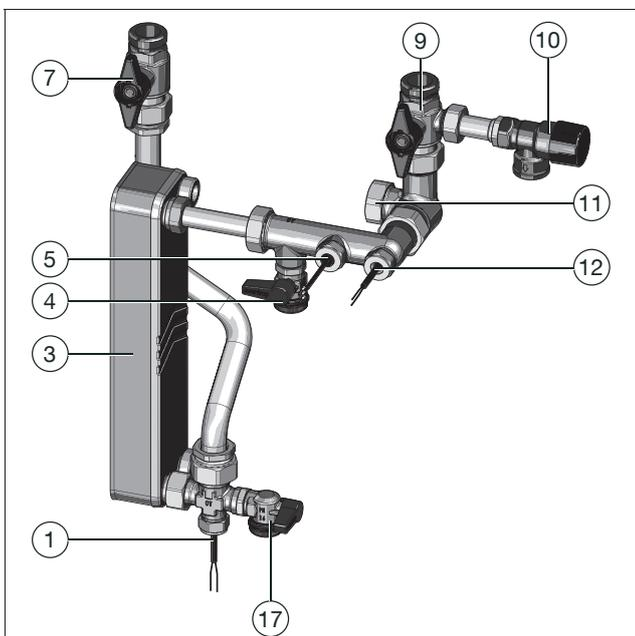

Fig. 36: Circuito de agua potable
2. Cierre lentamente la válvula de bola de corte de agua potable (caliente) (ver posición (7) en Fig. 36 y en Fig. 1 en página 10).
3. Cierre lentamente la válvula de bola de corte de agua potable (fría) (ver posición (9) Fig. 36 y Fig. 1 en página 10).
4. Desenrosque el tapón de la válvula de bola inferior de llenado y lavado (ver posición 17 en Fig. 36 y en Fig. 1 en página 10).
5. Cierre la manguera de agua potable en la válvula de bola inferior de llenado y lavado (posición (17) Fig. 36 y Fig. 1 en página 10).
6. Abra la válvula de bola inferior de llenado y lavado (fría) (ver posición 17 en Fig. 36 y en Fig. 1 en página 10).
- Cierre la válvula de bola inferior de llenado y lavado de agua potable (ver posición 17 Fig. 36 y IFig. 1 en página 10).
5. Cierre la válvula de bola de llenado y lavado inferior de agua potable (fría) (ver posición 17 en Fig. 36 y Fig. 1 en página 10).